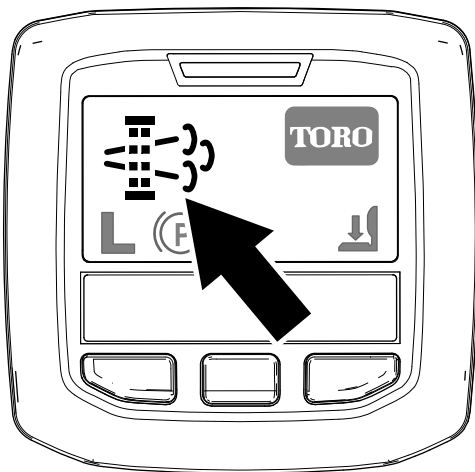

図 39
- ・ インフォセンターに、駐車再生要求アイコンが表示されます 図 39。